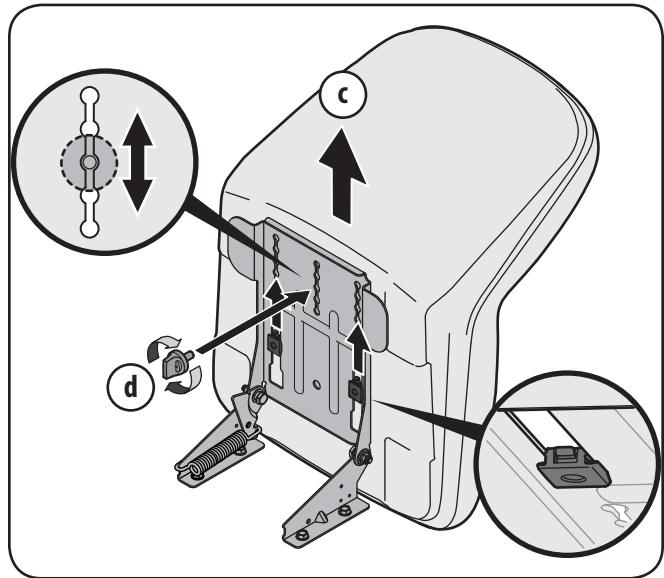

Figure 3-5
3. Faites glisser le siège vers l'arrière dans le support de pivotement (c) en alignant la fente centrale du support avec le trou libre sur la base du siège. Voir Figure 3-5.
REMARQUE: Assurez-vous que les deux encoches du siège s'enclenchent dans le support de pivotement, comme illustré sur la Figure 3-5.
4. Placez le siège à la position désirée et fixez-le avec le bouton de réglage retiré antérieurement. Voir Figure 3-5 (d).
5. Pour modifier la position du siège, desserrez la vis hex. (ou le bouton selon le cas) sur la base du siège. Avancez ou reculez le siège selon le besoin. Resserrez la vis hex. (ou le bouton selon le cas). Voir la Figure 3-5.